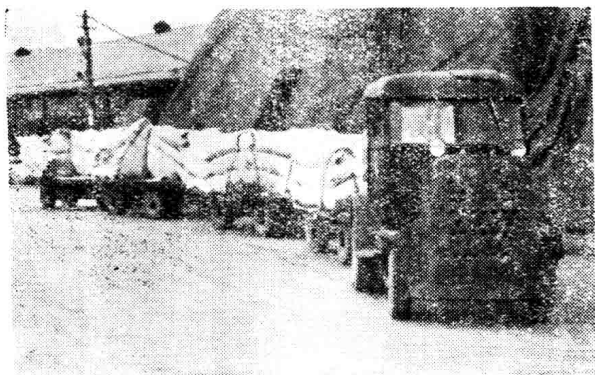

图 11
(1) 网络成组货物装车必须装正，不可歪斜。以免行驶时震动货物跌落甩破（图11）。